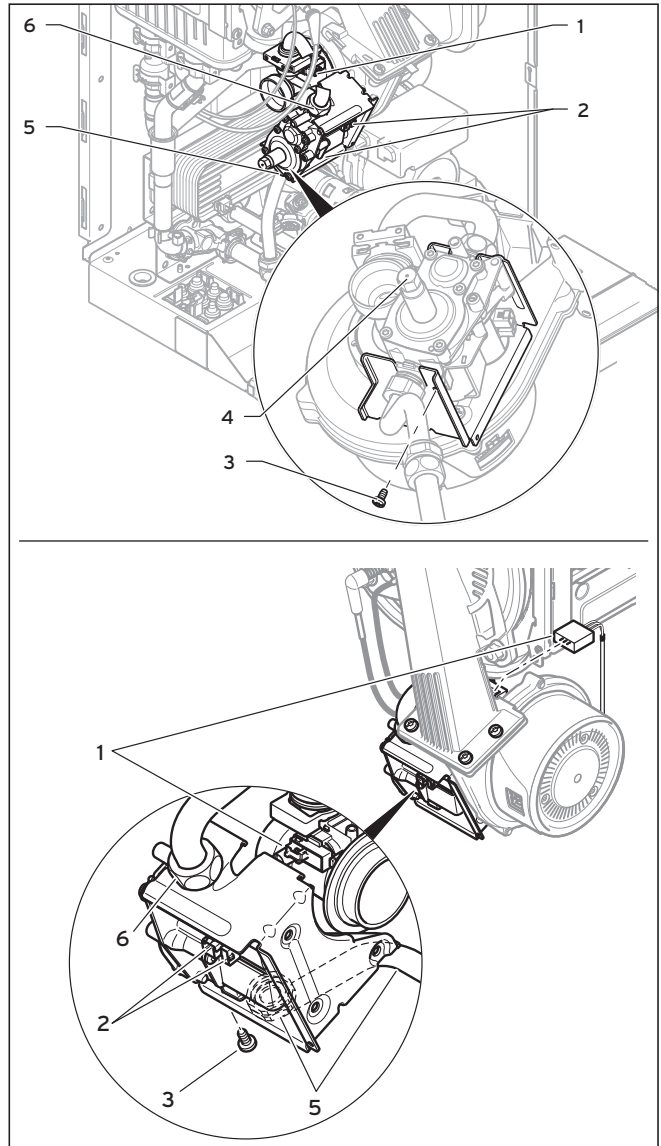

Fig. 2.3 Skifte ut gassarmatur
I varmeapparater til gruppe 2 for jordgasdrift er det installert gassarmaturer uten gasstrykkregulator (**4, fig. 2.3**). For drift med flytende gass er det nødvendig å installere gassarmaturer med gasstrykkregulator.
- Trekk av de tre pluggene til gassarmaturen (**2, fig. 2.3**).
- Ikke spray lekkasjesøkespray på hetten (2, fig. 2.3) på filteret til venturien.